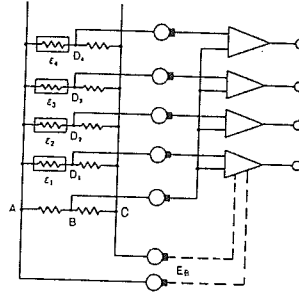

図 17
- (2) 共通なブリッジ電源を用いて多チャンネルの測定をする場合(図17)